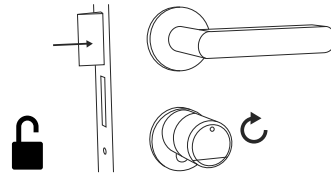
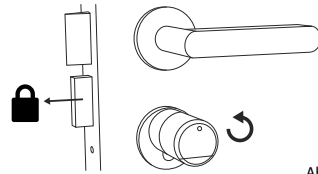

Abb. 5
Abb. 6
- 3 Wenn die eingegebene Zahlenkombination korrekt ist, leuchtet das Zylinderstatus-Symbol (☉) und die Tür kann aufgeschlossen (Abb. 5) oder abgeschlossen werden (Abb. 6).